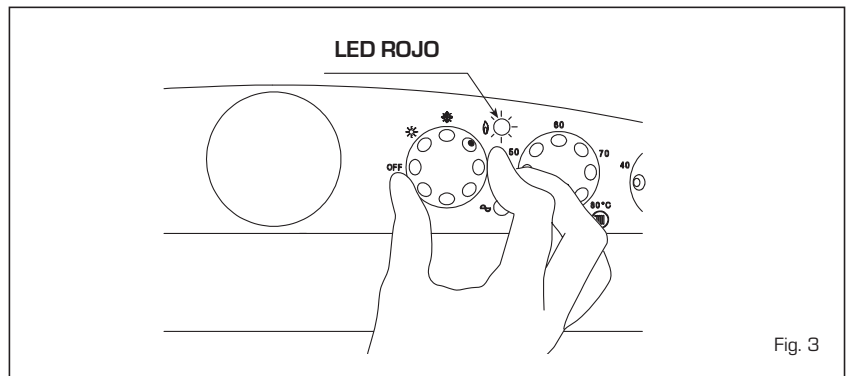

Fig. 3
- Bloqueo del encendido/intervención termóstato de seguridad (fig. 3).